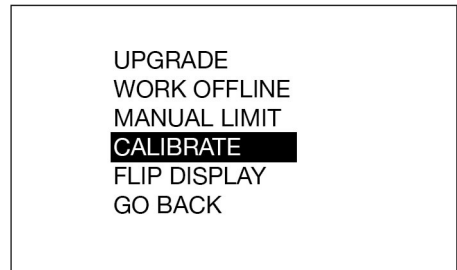
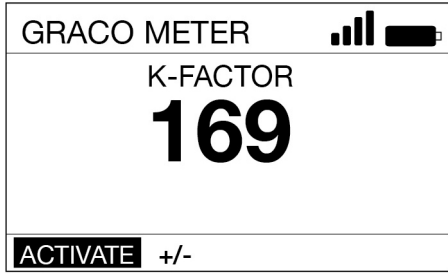

FIG. 20
Fig. 21
4. Seleccione la opción CALIBRATE (FIG. 20) para abrir la pantalla del Factor K de calibración que se muestra en FIG. 21.
5. Seleccione **ACTIVATE** y pulse **INTRO** para iniciar la calibración de la válvula dispensadora con medidor (Fig. 21).